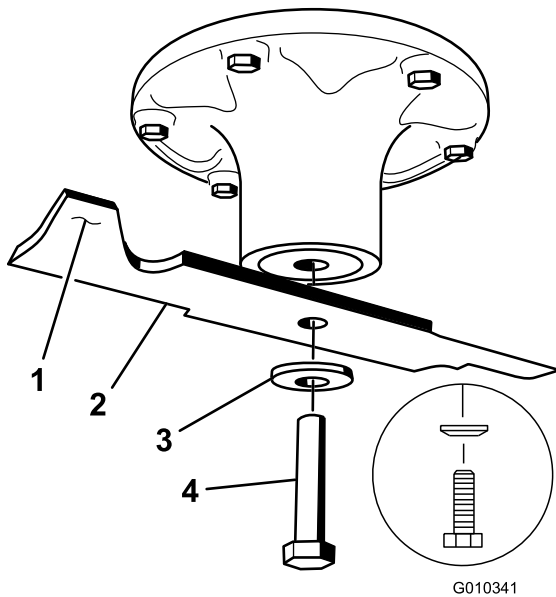

Figura 57
- Retire del eje el perno de la cuchilla, la arandela curva y la cuchilla (Figura 57).
- Instale la cuchilla en el eje (Figura 57).
- Instale la arandela elástica y el perno de la cuchilla, con el cono de la arandela elástica hacia la cabeza del perno (Figura 57).